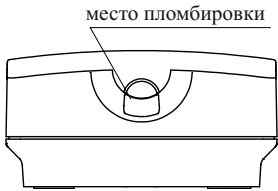

Рисунок 3
- 6.13 Конструкция УДП предусматривает возможность его пломбирования (Рисунок 3) любым пластичным, легко разрушаемым материалом. Место пломбирования указано на рисунке 3.